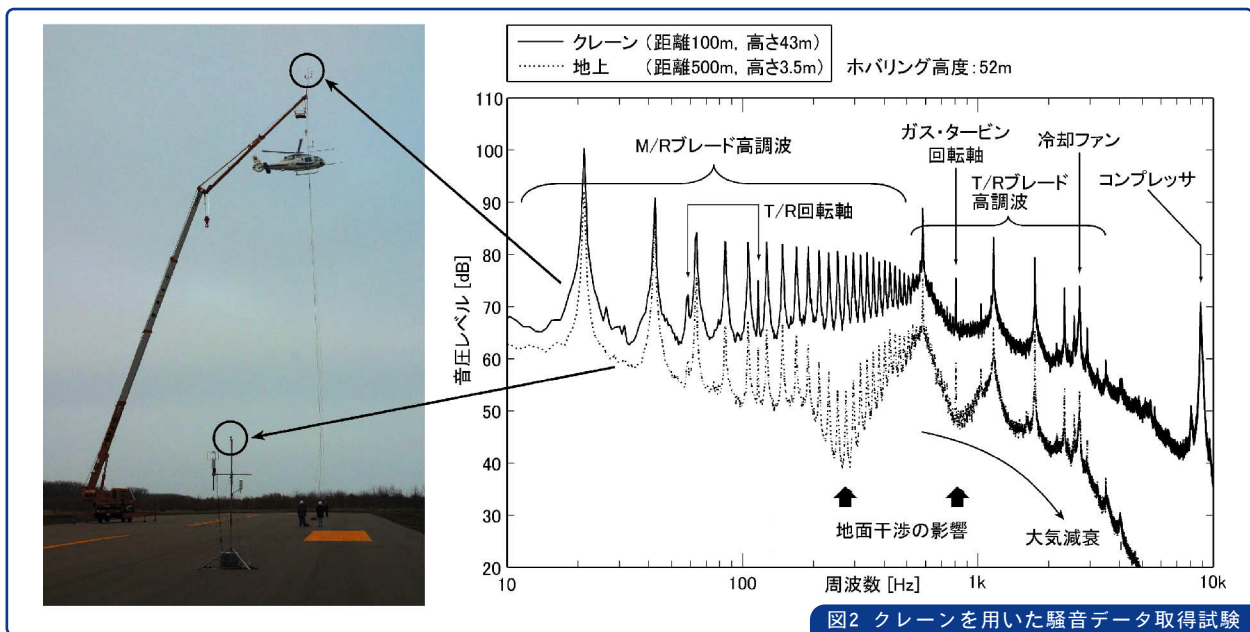

図2 クレーンを用いた騒音データ取得試験
を個別に調べることは困難です。騒音データ取得試験では、高さ約40mのクレーンの先端に騒音計を設置することにより、③の影響を小さくしたデータを取得することができました(図2)。2003年には機体に騒音計を直接取り付け①についての正確なデータを取得する試験も実施しています。機上、クレーン、地上などにおける計測データを比較することにより、②の影響を精度良く解析することが可能になりました。